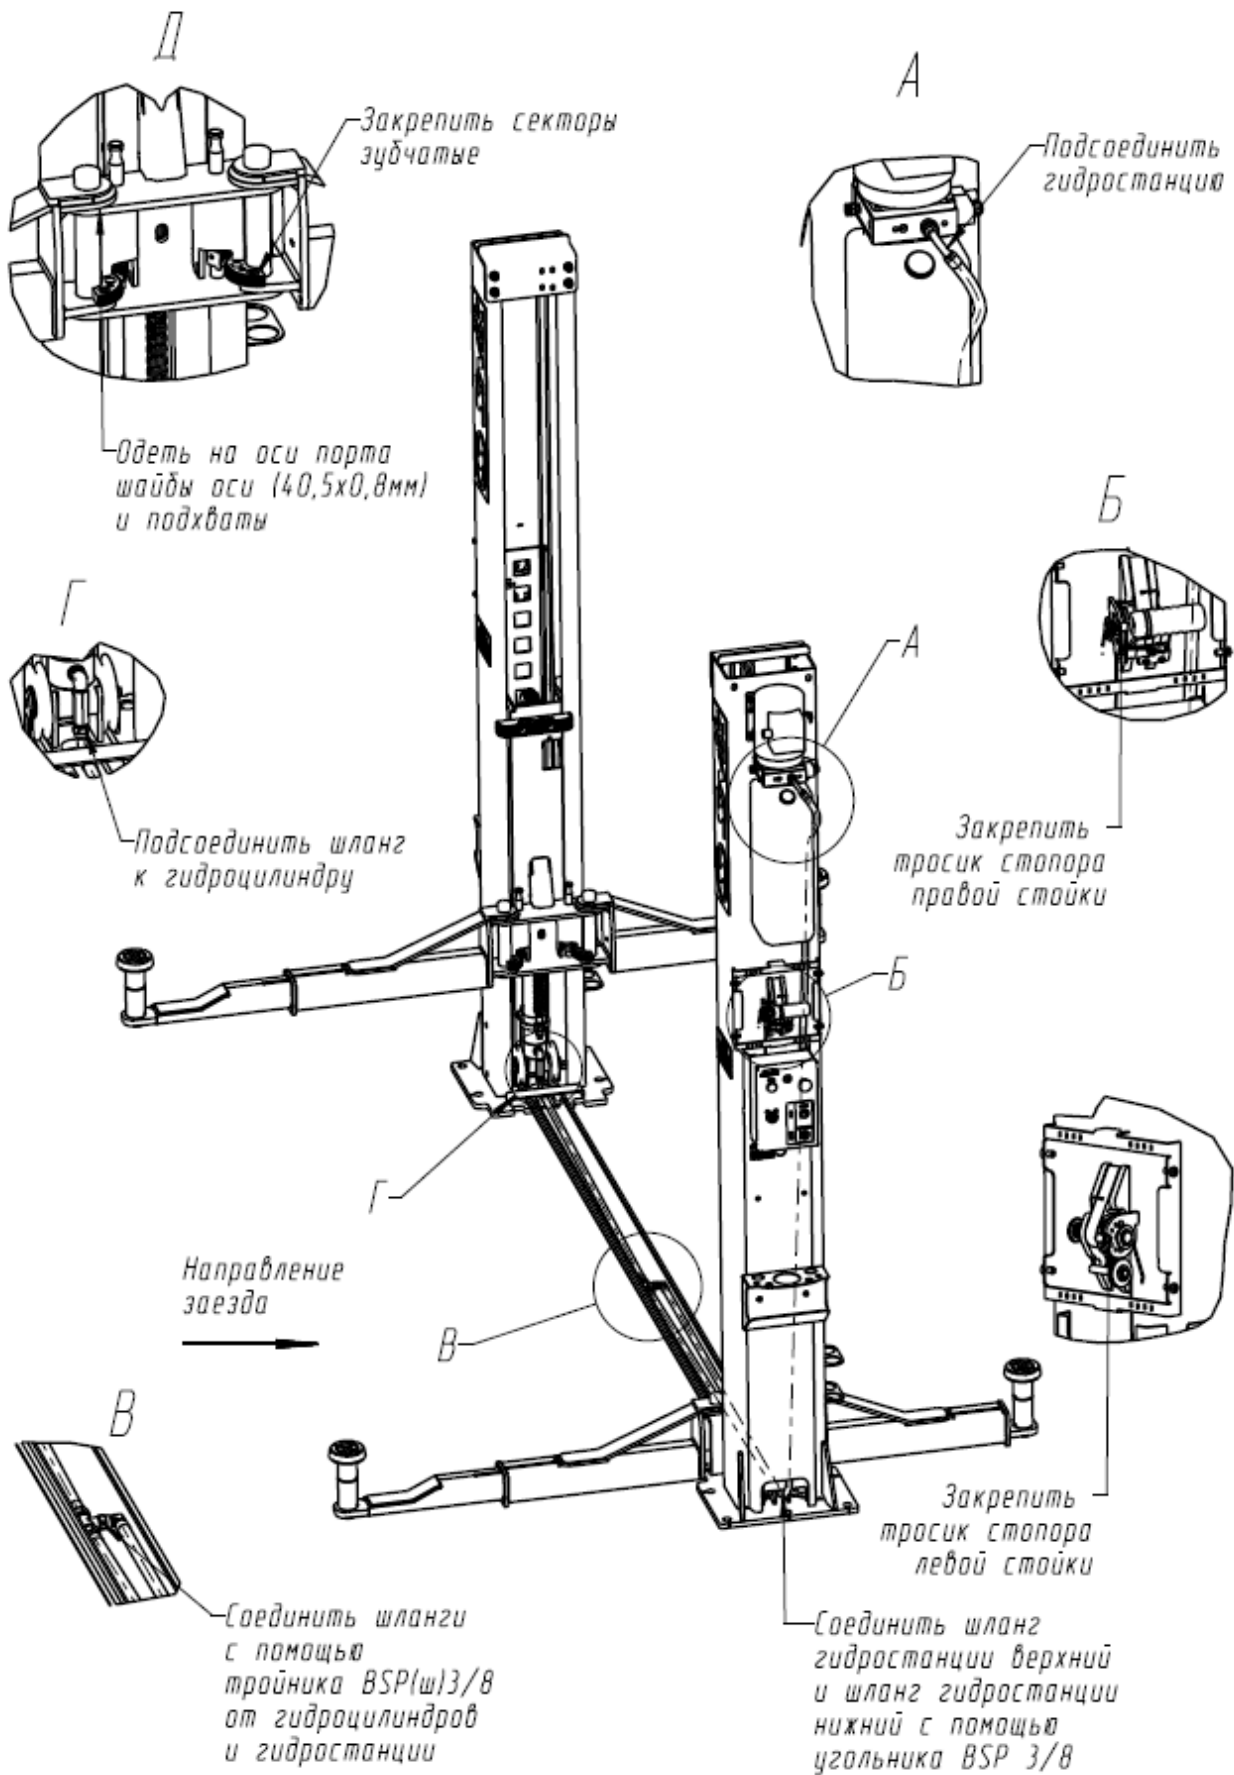

Рисунок 6.3 - Соединение рукавов высокого давления и крепление тросика стопорения.
6.4 Рукава высокого давления (шланги) соединить между собой при помощи тройника согласно схеме гидравлической принципиальной (см. приложение А и Рисунок 6.3). При затяжке гаек не допускается скручивание рукавов. Тройник должен располагаться горизонтально (см. Рисунок 6.3 вид В).
6.5 Установить тросик системы стопорения (см. Рисунок 6.3). Для этого снять кожуха правой и левой стойки. Тросик системы стопорения зафиксировать на барабане правой стойки (см. Рисунок 6.3, вид Б). Другой конец тросика протянуть к барабану левой стойки – вниз, затем горизонтально с использованием отклоняющих блоков и вверх (перед барабаном левой стойки закреплен еще один отклоняющий блок). Выбрать слабины тросика и зафиксировать его на барабане левой стойки.
6.12 Установить шайбы оси порта каретки 40,5x0,8. Затем установить подхваты на вваренные в каретки оси и зафиксировать, закрепив на нижней вилке подхвата зубчатые секторы. Убедиться что подхваты опираются на шайбы оси. На оси портов кареток надеть заглушки оси порта каретки (пластик) (см. Рисунок 6.3). Эксплуатация подъемника без установки секторов не допускается.